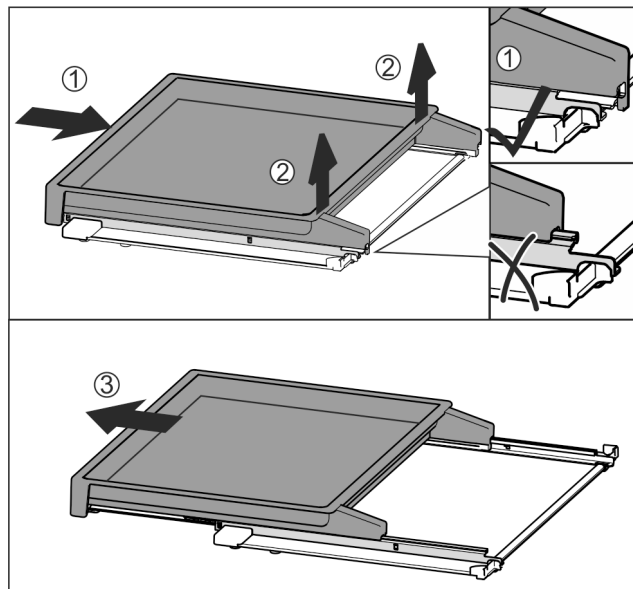

Fig. 114
- Vysouvací přihrádku zcela zasuňte Fig. 114 (1).
- Uvolněte západku na zadní straně Fig. 114 (2).
- Vysouvací přihrádku vyjměte směrem dopředu Fig. 114 (3).